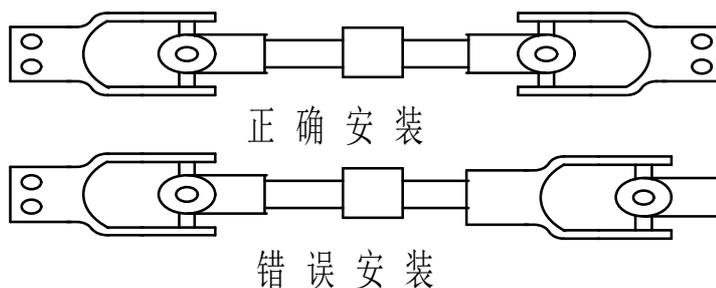

图 7. 万向节安装
4、万向节两头右大小一样的内花键  $8 \times 32 \times 38 \times 6$ ，分别于拖拉机和变速箱输入轴连接。安装后两头花键节叉在同一个平面内。见图 7。